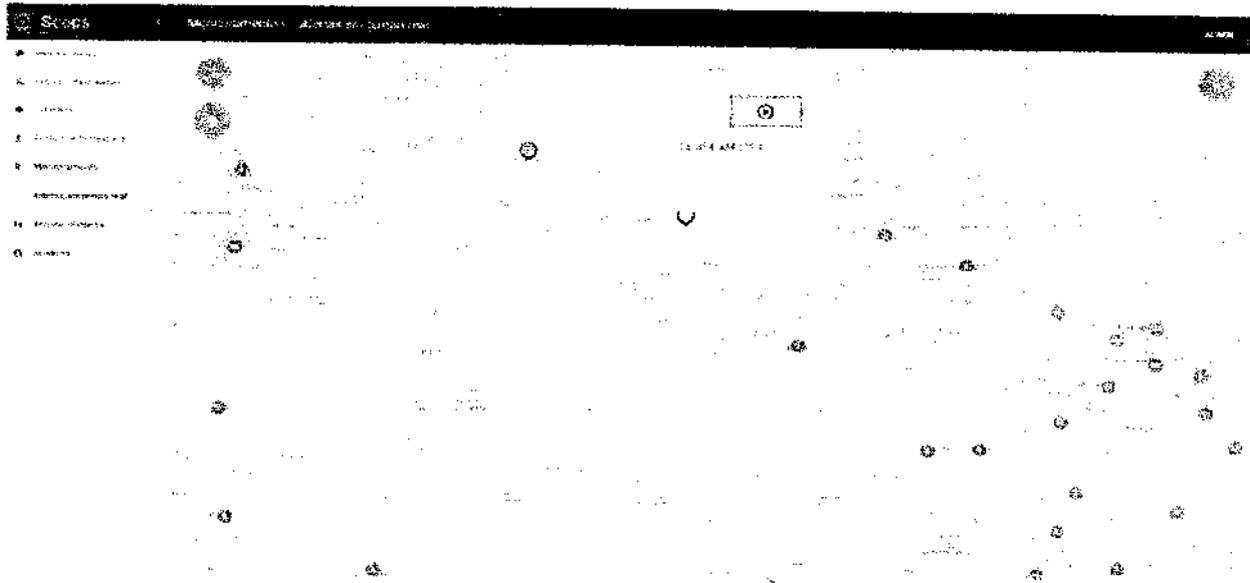

Figura 20 – Visualização de vídeo monitoramento
2. **Visualizar vídeo monitoramento dos pontos de fiscalização (Figura 20).** Ao clicar em um dos marcadores (Pino que representa um ponto de fiscalização no mapa), uma janela é mostrada com informações sobre os dados do equipamento. É possível visualizar o vídeo monitoramento clicando no ícone da Câmera, uma nova janela será aberta onde será apresentado o vídeo monitoramento.